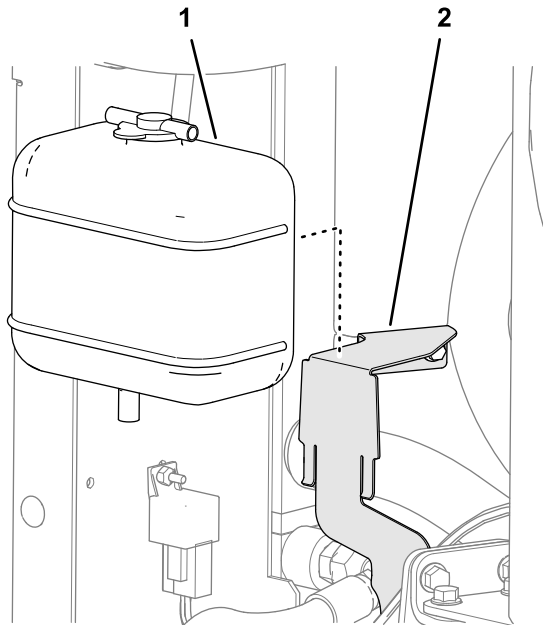

Рисунок 53
1. Установите расширительный бачок охлаждающей жидкости на кронштейн бачка, как показано на Рисунок 53.